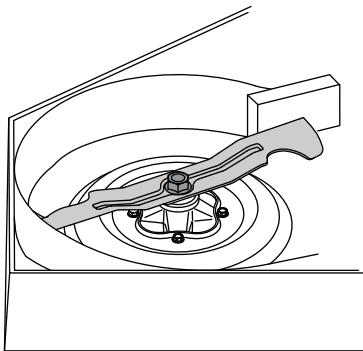

Figure 4-22
2. À l'aide d'une clé de 1½", retenez l'écrou sur le haut de la fusée, puis desserrez le boulon qui fixe la lame à la fusée. Pour desserrer plus facilement l'écrou qui fixe la lame, placez un petit bloc de bois entre le plateau de coupe et le tranchant de la lame. Voir Figure 4-22.